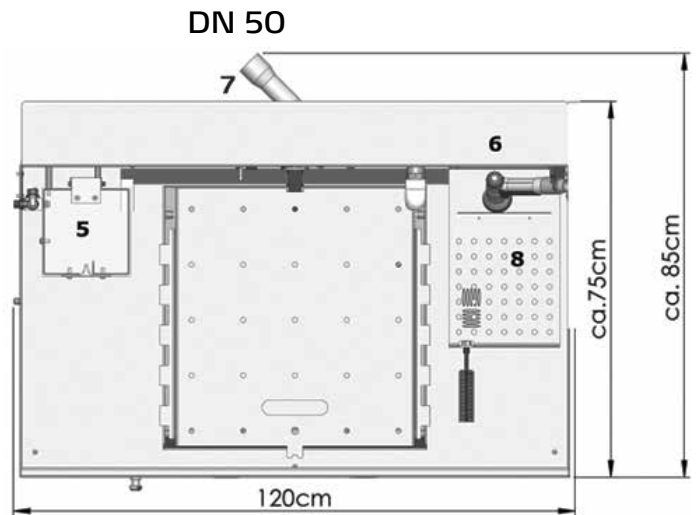

Abb. 2
- Reinigung der Werkzeuge an der Pinselreinigungsstation (Lieferumfang im ColorFree TOP Set) (8) Abb. 2, 7